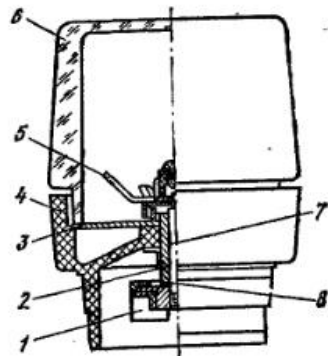

Рис. 64. Кофемолка:
**Кофемолка.** Состоит из стеклянной крышки 6 (рис. 64) и пластмассового основания 4, в котором расположены подшипник скольжения 2, вал 7, шайбы 8, полумуфта 1, днище 3 из нержавеющей стали и ножа 5, надетого на вал 7. Лабиринтное уплотнение обеспечивает защиту подшипника скольжения от кофейной пыли.
**Разборка подшипникового узла кофемолки.** В процессе эксплуатации кофемолки возможно попадание измельченных пищевых продуктов в лабиринтное уплотнение, а также изменение консистенции смазки в подшипнике скольжения, что приводит к затрудненному вращению наала и его заклиниванию. Придерживая рукой вал 7 (см. рис. 64) за полумуфту 1, отвернуть гайку, крепящую нож 5, снять нож, снять колпачок лабиринтного уплотнения и две шайбы 8, извлечь вал 7 кофемолки и подшипник 2. Протереть детали подшипникового узла сухой салфеткой и удалить остатки пищевых продуктов. Ввести в подшипник 2 три-четыре капли турбинного масла Т22. Собрать узел в обратной последовательности и проверить легкость вращения наала.